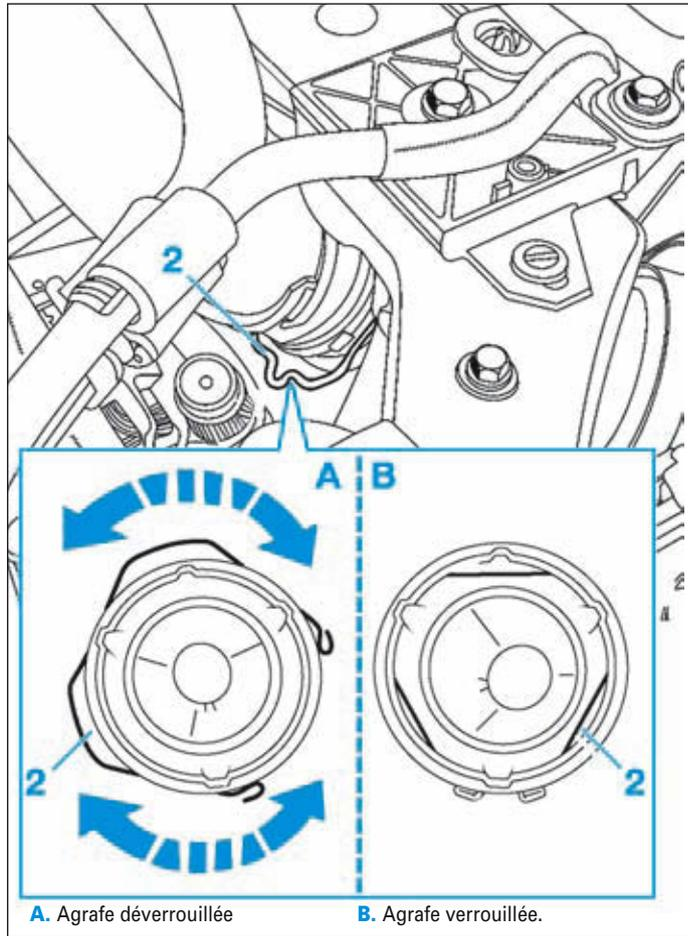

FIG.48
- Pivoter l'agrafe (2) du tuyau d'alimentation en air (Fig.48).